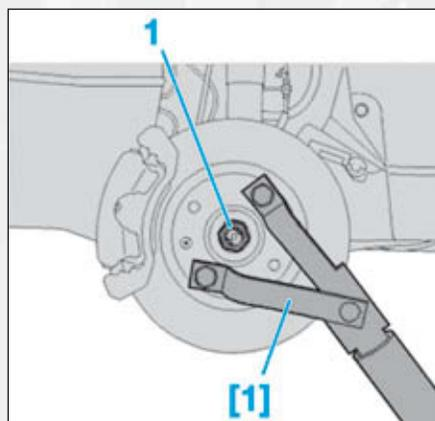

FIG.4
- Mettre en place l'outil [1] (Fig.4).
- l'écrou (1),